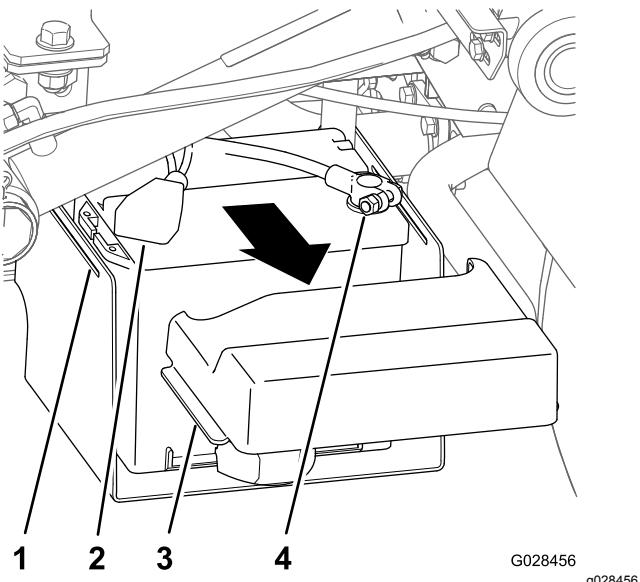

Figura 15
1. Stringete i lati del coperchio della batteria per liberare le linguette dalle fessure nella cassetta della batteria, quindi rimuovete il coperchio della batteria dalla cassetta della batteria stessa (Figura 15).
2. Fate scivolare il cappuccio all'indietro e scolate il morsetto negativo dalla batteria (Figura 15).
3. Scolate il morsetto positivo dalla batteria (Figura 15).